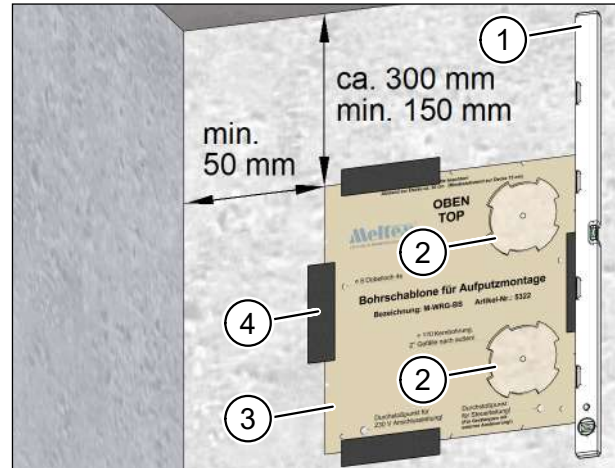

Abb. 16: Position der Kernlochbohrungen markieren
- ▶ Drücken Sie die vorgestanzen Ausschnitte (Pos. 2 in Abb. 16) für die Kernlochbohrungen aus der Bohrschablone.
- ▶ Setzen Sie die Bohrschablone (Pos. 3 in Abb. 16) am Montageort an der Innenwand an.
- ▶ Richten Sie die Bohrschablone mit der Wasserwaage (Pos. 1 in Abb. 16) aus.
- ▶ Fixieren Sie die Bohrschablone mit Klebeband (Pos. 4 in Abb. 16).